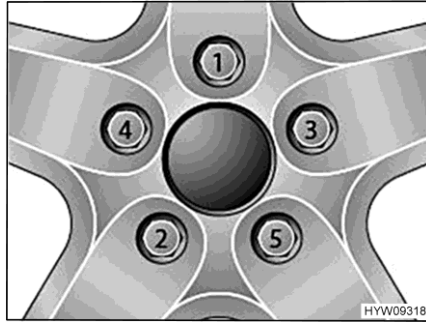

Bild 78 Radmuttern oder Radschrauben über Kreuz festziehen
- Radmuttern oder Radschrauben in der Reihenfolge, die in Bild 78 gezeigt ist, festziehen. Dazu einen Drehmomentschlüssel verwenden und das vorgeschriebene Anziehdrehmoment einhalten (siehe Abschnitt 14.5).
- Radmuttern oder Radschrauben regelmäßig auf festen Sitz prüfen. Radmuttern oder Radschrauben eines ausgewechselten Rades nach 50 km nachziehen. Dabei in der Reihenfolge vorgehen, die in Bild 78 gezeigt ist.
- Wenn neue oder neu lackierte Felgen verwendet werden, die Radmuttern oder Radschrauben zusätzlich nach ca. 1000 bis 5000 km nachziehen. Dabei in der Reihenfolge vorgehen, die in Bild 78 gezeigt ist.